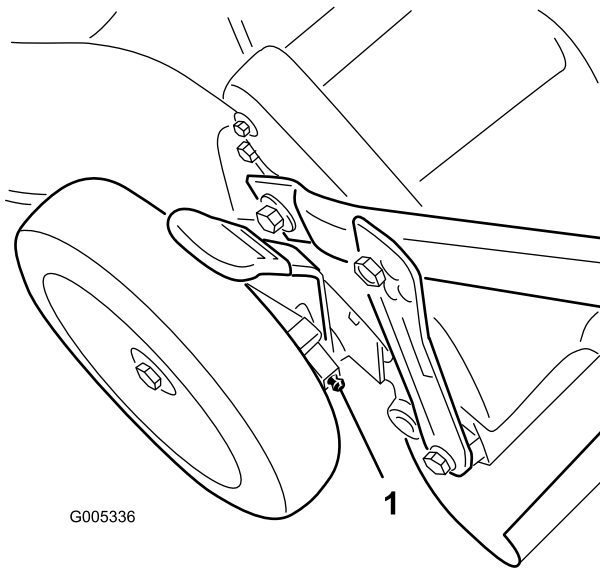

Figura 26
1. Limpie con un trapo limpio los puntos de engrase situados justo dentro de las ruedas traseras (Figura 26).